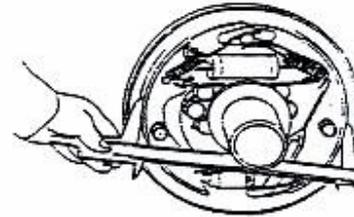

figure 2-29
(10) Connectez le tuyau de liquide de frein à la sous-pompe
(11) Mesurez le diamètre intérieur du tambour de frein et le diamètre extérieur de la chaussure de frein, puis réglez le régulateur de manière à ce que la différence, en soustrayant le diamètre intérieur du diamètre extérieur, soit de 0,3 mm à 0,5 mm. Voir figure 2-29